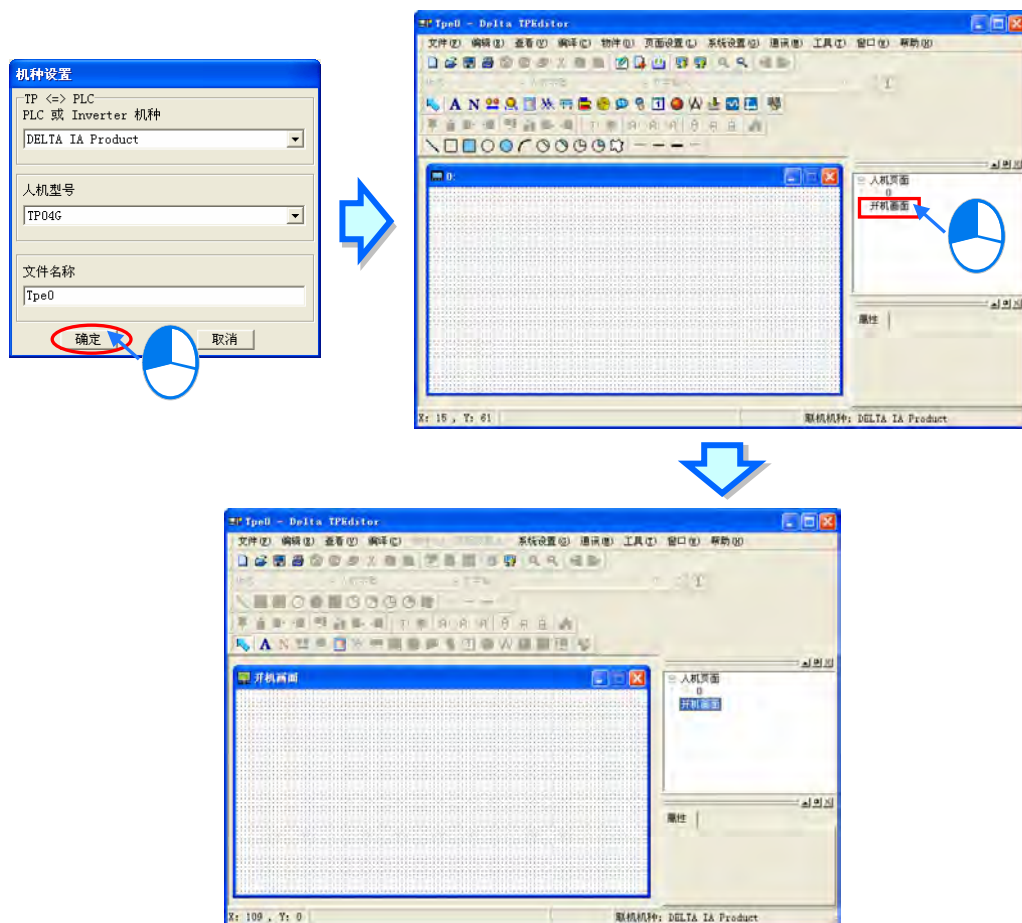

图 6-8 开机画面编辑
- 步骤 1. 开启 TPEditor 软件，选取 **文件 (F) > 新建** 选项或按下「新建」按钮，选择机种后按下「确定」，建立一个空白项目，再选取 **查看 (V) > 开机画面 (S)**，或单击 **页面管理区 > 开机画面**，按下后会跳出开机画面的编辑窗口。如图 6-8。